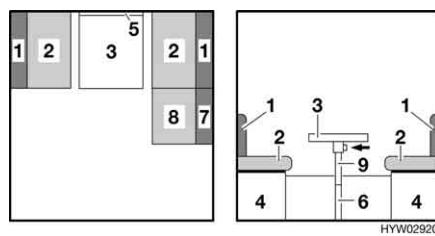

Fig. 54 Prima della trasformazione
- Sistemare i cuscini del divano (Fig. 54,2).
- Sollevare leggermente il piano del tavolo in avanti (Fig. 54,3).
- Dal piede del tavolo estrarre verso il basso il piede ad innesto (Fig. 54,6) e riporlo.
- Sbloccare il piede del tavolo (Fig. 54,9) dall'elemento di fissaggio e ribararlo verso l'alto sul lato inferiore del tavolo.
- Alzare il piano del tavolo (Fig. 54,3) di circa 45°, sollevarlo dalla guida di supporto superiore (Fig. 54,5) e mantenerlo ad un angolo di 45°.